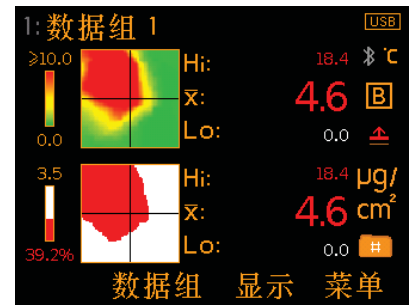

图8: 盐密度图和通过/失败图
- 盐密度图^a(图8); 提供盐污染过的试验区的密度的视觉指示. 可溶性盐的水平是使用绿色和红色轮廓系统指示; 绿色为非常低的盐浓度或未被污染的地区; 黄色为中盐的浓度区域; 红色为盐污染水平超过规定的图比例范围地区.